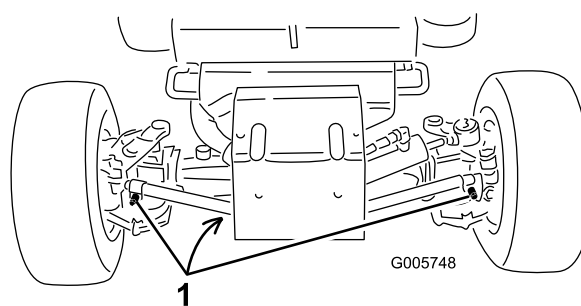

Figure 54
2. Nettoyez la surface autour des bouchons de vidange (Figure 54).